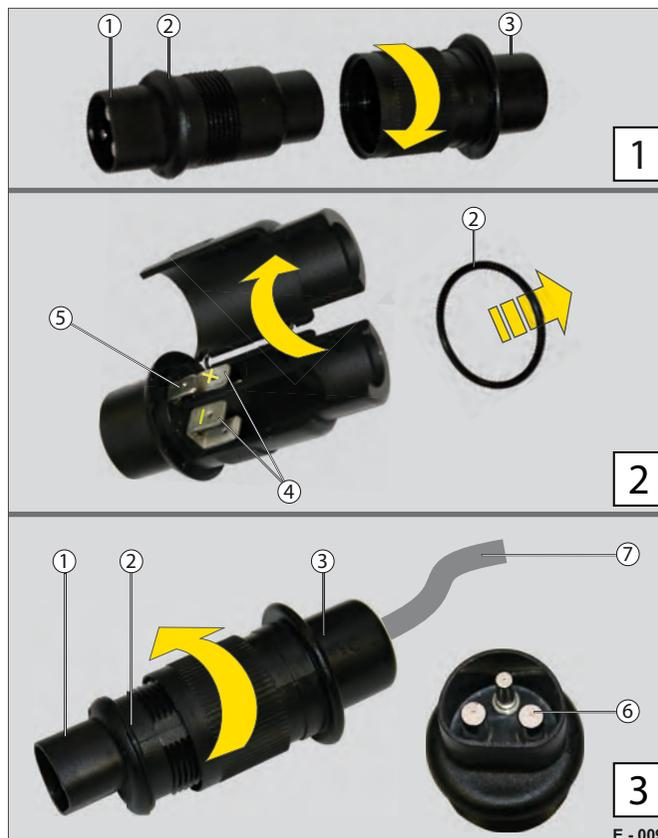

Fig. 9 Connecteur de charge préconfectionné
- ▶ Dévissez le connecteur de charge (cf. Fig. 9 / étape 1).
- ▶ Retirez le joint d'étanchéité en caoutchouc (Fig. 9 /2) – (cf. Fig. 9 / étape 2).
- ▶ Insérez la partie arrière du connecteur (Fig. 9 /3) sur le câble de charge (Fig. 9 /7).
- ▶ Ouvrez la partie avant du connecteur (Fig. 9 /1).
- ▶ Raccordez le câble + à la borne n° 15/30 et le câble - à la borne n° 31 (Fig. 9 /4).
- ▶ Vissez les parties avant et arrière du connecteur l'une sur l'autre (cf. Fig. 9 / étape 3).